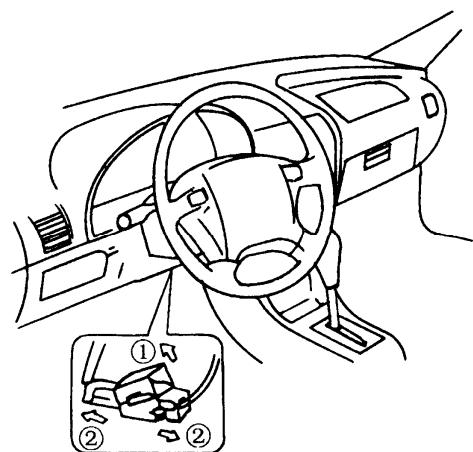

图 10-31 拆下黄色连接器
- (1) 转动方向盘，使车轮指向正前方。
- (2) 将点火开关置于 LOCK 位置，并取下钥匙。
- (3) 从安全气囊熔丝盒中取下安全气囊熔丝。
- (4) 对于驾驶员侧安全气囊，拆下转向柱底座上气囊模块的黄色连接器见图 10-31。